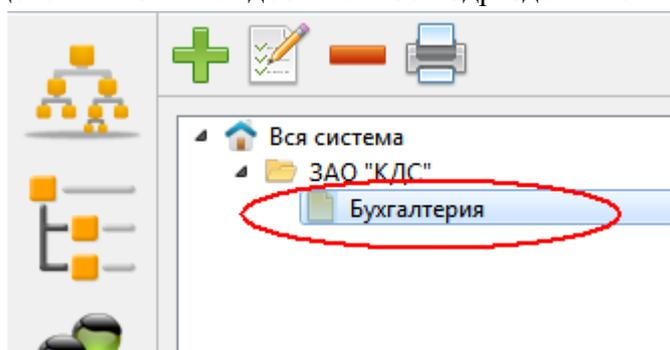

Рис. 76
- В поле «Наименование» введите «Бухгалтерия» и нажмите кнопку «Сохранить». В дереве подразделений появится добавленное подразделение «Бухгалтерия» (Рис. 76).